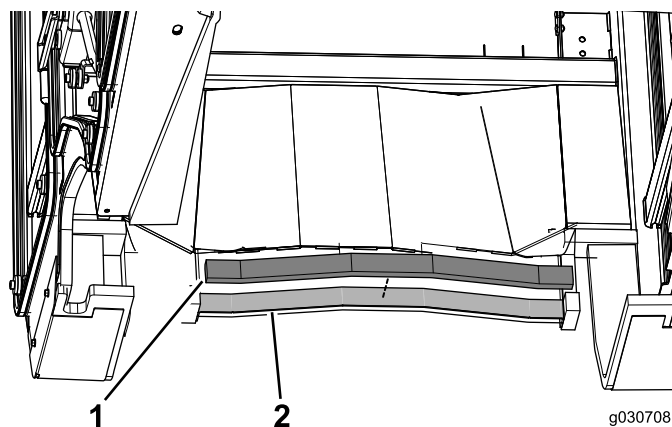

図 15
3. キャブユニット後部に、後部用シールを貼り付ける 図 15。